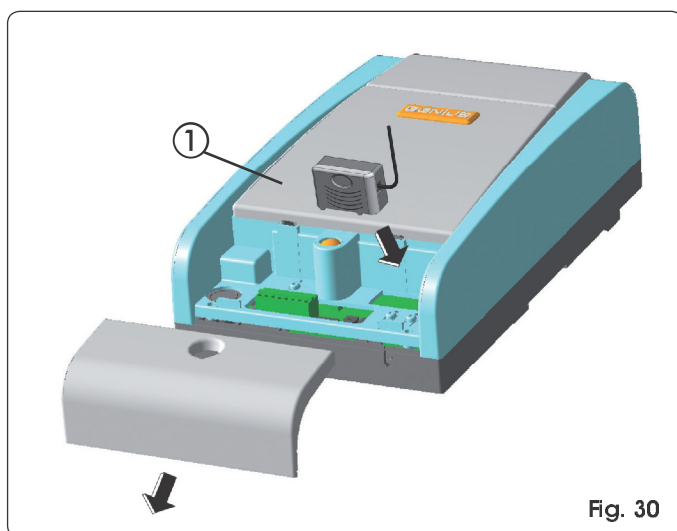

Fig. 30
L'armoire électronique est munie d'un système de décodage bicanal intégré appelé. Ce système permet de mémoriser, par l'intermédiaire d'un module récepteur supplémentaire (Fig. 30 ref. ①) et de radiocommandes de la même fréquence, tant l'ouverture totale (OPEN A) que l'ouverture partielle (OPEN B) de l'automatisme.